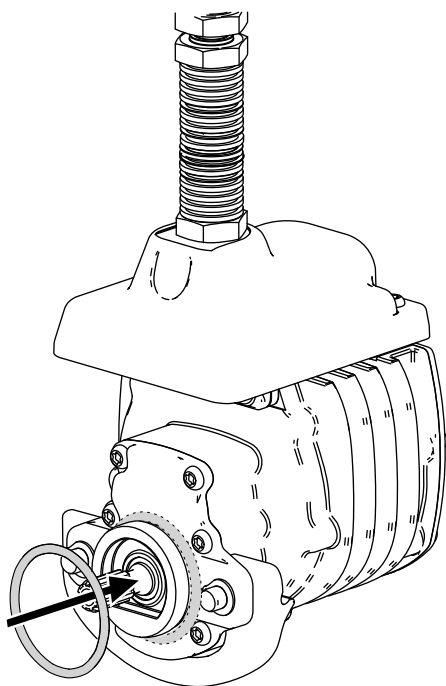

Figura 9
3. Montate un O-ring su ciascun motore dei cilindri, come illustrato nella Figura 9.